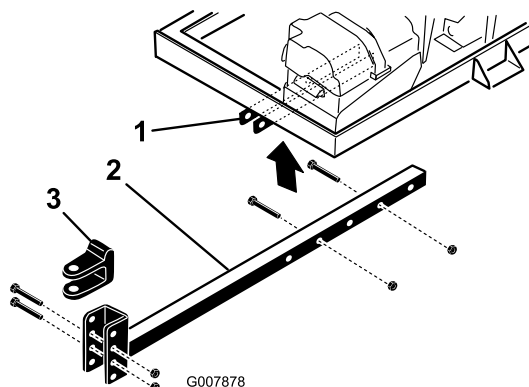

Bild 5
- Stecken Sie das Anbauvorrichtungsrohr in die Rahmenhalterungen (Bild 5). Befestigen Sie das Rohr mit 2 Schrauben (3/8 x 3 Zoll) und Bundmuttern (3/8 Zoll) am Rahmen.
- Entfernen Sie die Schrauben und Sicherungsmuttern, mit denen der Anbauvorrichtungsstift (Bild 5) am Anbauvorrichtungsrohr befestigt ist.
- Nehmen Sie die Schrauben und die Muttern ab, mit denen das Anbauvorrichtungsrohr an den Rahmenhalterungen befestigt ist (Bild 5).